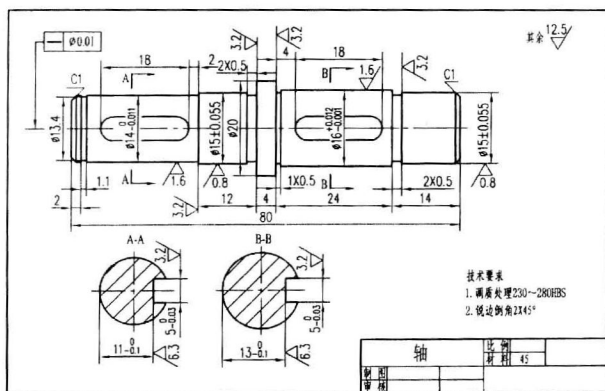

图 1-6 输出图形
- **输出图形:** 为了便于输出各种规格的图纸,AutoCAD 提供了两类工作空间,即模型空间和图纸空间(布局)。其中,模型空间主要用于绘制各种图形,当用户在模型空间绘制好图形后,可在图纸空间设置图纸规格、安排图纸布局,以及为图形添加标题栏等,然后利用打印机或绘图仪将图形输出到真实的图纸上,如图 1-6 所示。除此之外,我们还可以将使用 AutoCAD 绘制的图形以多种格式输出,从而供其他应用程序使用。